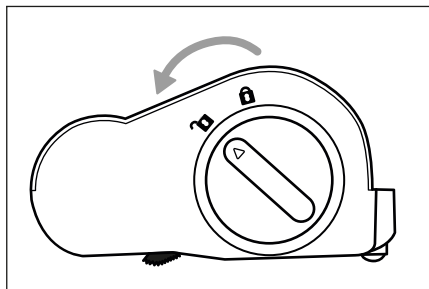

Abb. 22
- 2) Entriegeln Sie die Bürstenrolle **19**, indem Sie die Bürstenrollenentriegelung **18** in Richtung des Symbols **19** (öffnen) drehen (siehe Abb. 22).